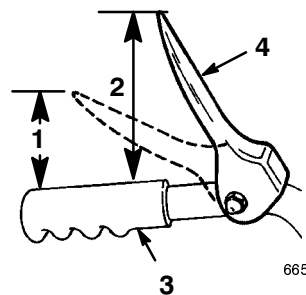

**Figure 8**
1. Desserrer le contre-écrou au-dessus de la chape sur la tige de commande supérieure (Fig. 8).
2. Alignez les trous de la chape et de la tige de commande inférieure, et insérez l'axe de chape (Fig. 8).
- C. Faites monter ou descendre la chape sur le filetage selon que vous désirez accroître ou réduire l'écart entre la poignée et la manette de tarière/roue hélice (Fig. 8).
6. Quand le réglage est correct, remplacez l'axe de chape et attachez-le à l'aide de la goupille fendue (Fig. 8).
7. Serrez l'écrou de blocage pour fixer la chape (Fig. 8).